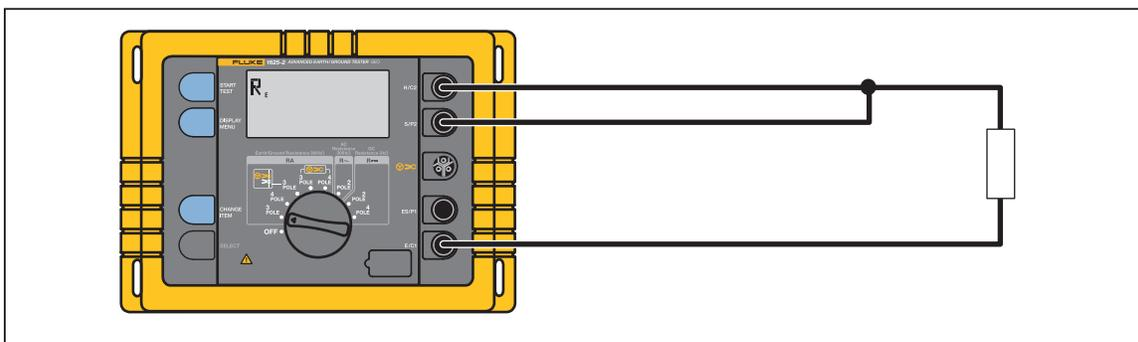

Figura 8. Corrección de errores en el transformador de enganche
1. Conecte un resistor de ohmios bajo (aproximadamente 1 ohmio, en el rango que desee corregir) según se describe en la Figura 8.